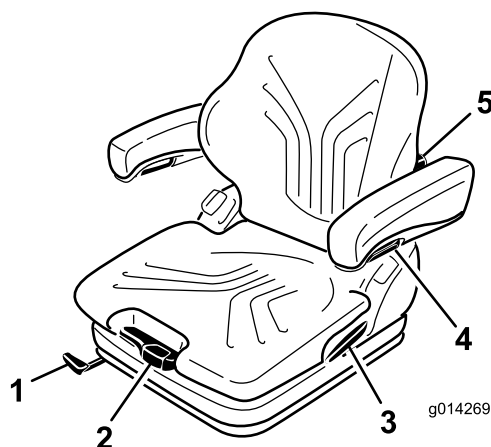

Figura 24
El asiento se ajusta para el peso del conductor tirando o presionando la palanca de ajuste de peso (Figura 24).
1. Para ajustar, levante la palanca para desbloquear el asiento (Figura 24).
Gire el pomo de ajuste hasta arriba para ajustar la curvatura de la parte superior del cojín del respaldo. Gire el pomo hasta abajo para ajustar la curvatura de la parte inferior del cojín del respaldo (Figura 24).
Para ajustar la altura de los reposabrazos, separe el tapón redondo (Figura 24) de la tapa, afloje la tuerca hexagonal (13 mm) situada detrás de la misma; ajuste los reposabrazos a la posición deseada y apriete la tuerca. Vuelva a colocar el tapón en la tuerca.
Para ajustar el ángulo del reposabrazos, gire el pomo de ajuste (Figura 24).
Tire hacia arriba de la palanca de bloqueo para liberar el cierre del respaldo (Figura 24). Mientras suelta el cierre del respaldo, no aplique carga al respaldo haciendo presión sobre el mismo.